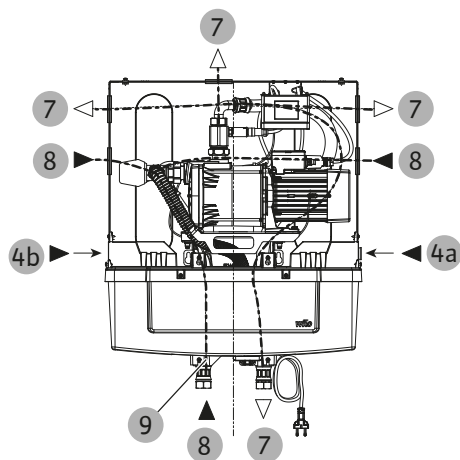

Fig. 14: Przyłącza hydrauliczne
- Przyłącze do dystrybucji wody użytkowej (nakrętka złączkowa G 1") (Fig. 14, poz. 7).
- Rura wody wodociągowej (G 3/4") (Fig. 14, poz. 4 lub rozdział Przekręć przyłącze wody wodociągowej [► 25] poz. 4a lub 4b)
Zdecydowanie zaleca się podłączenie za pomocą elastycznego węża w połączeniu z armaturą odcinającą. Połączenie z zaworem uzupełniania (Fig. 14, poz. 4) powinno być wykonane z użyciem płaskiej uszczelki i za pomocą nakrętki złączkowej.
- Przewód ssawny cysterny (nakrętka złączkowa G 1") (Fig. 14, poz. 8)
- Przyłącze przelewu (Fig. 14, poz. 9) do małych wycieków z węzłem przelewowym (na miejscu, średnica wewnętrzna \varnothing 19–21 mm) (Fig. 2, poz. 29)
Dopływ wody wodociągowej (Fig. 1, poz. 4) jest seryjnie zamontowany po prawej stronie (Fig. 14, poz. 4a) zbiornika wody uzupełniającej. W celu ułatwienia instalacji możliwa jest zmiana na lewą stronę (Fig. 14, poz. 4b).